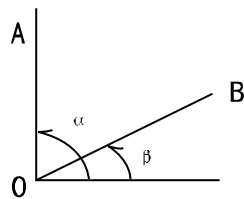

Fig.8
- (1) La vista a con el pelo vertical, lee el círculo, consiga el ángulo α .
- (2) Gire el instrumento a la vista B, consiga el ángulo β .
- (3) $\angle AOB = \alpha - \beta$ (Fig.8)